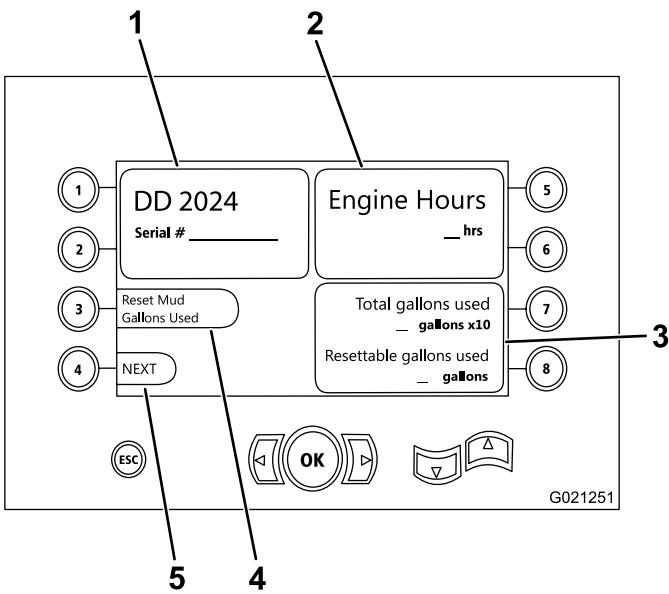

Figura 14
- Números de modelo e de série da máquina (Figura 14).
- Horas de funcionamento do motor (Figura 14).
- Número total e parcial de galões de fluido de perfuração consumidos (Figura 14).
Nota: Pressione o botão 3 para zerar o número parcial de galões de fluido de perfuração consumidos desde o último zero (Figura 14).